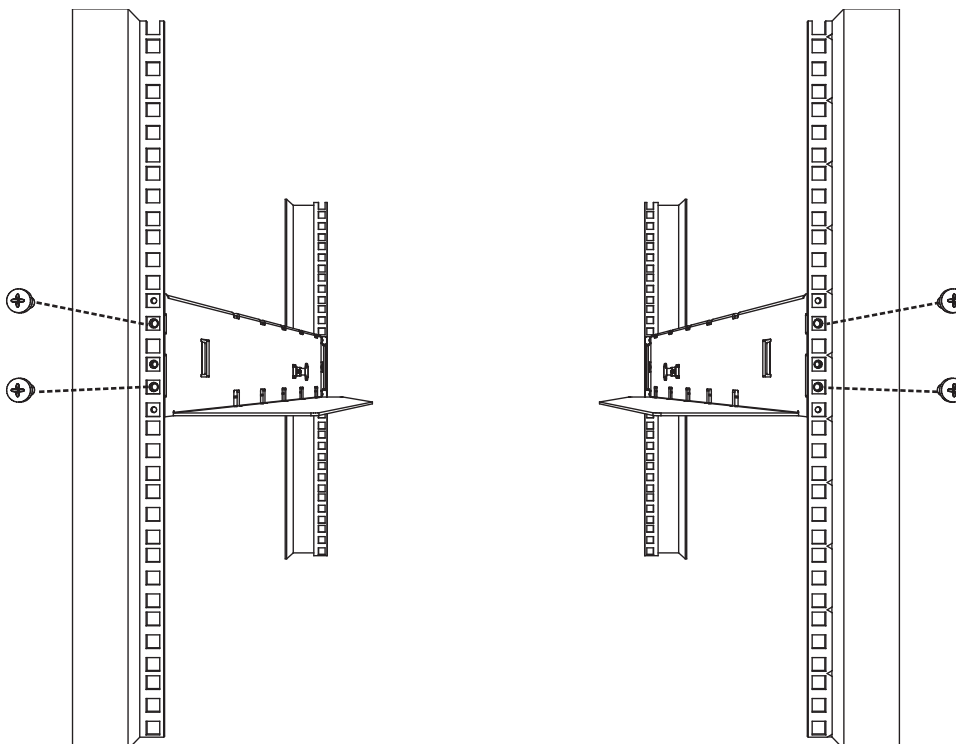

Figura 160. Vista frontal de un bastidor que muestra la colocación de los tornillos
2. Con ayuda, deslice el alojamiento de repuesto de la biblioteca por los rieles metálicos que ya están en el bastidor (consulte la Figura 160).